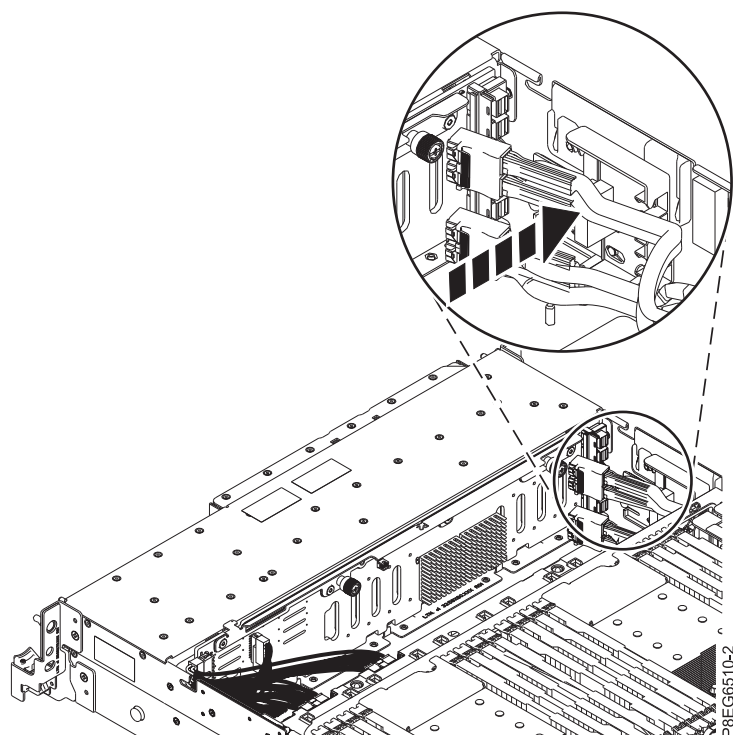

Figure 20. Réinstallation des câbles SAS avant
6. Réinstallez le câble SAS avant dans le guide-câble sur le côté du châssis, comme illustré dans la figure 20.